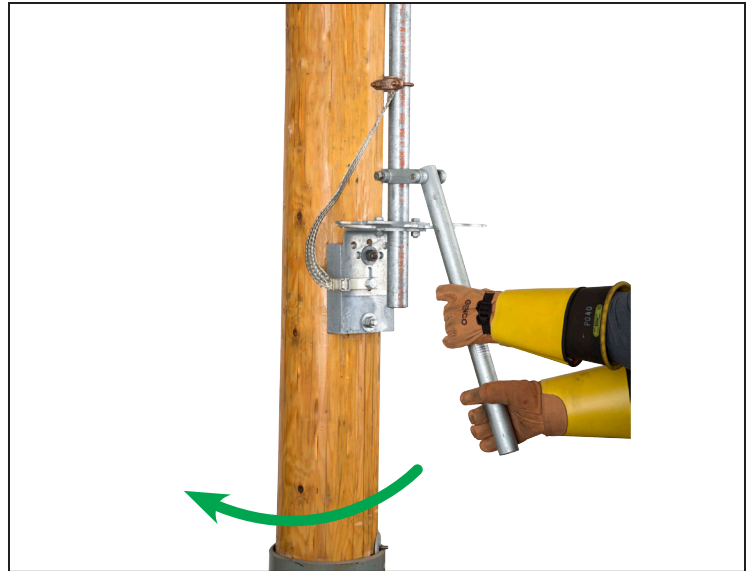

Figura 50. Gire *rápidamente* la palanca de operación.
- (c) Gire la palanca *rápidamente* a la posición de apertura total o de cierre total. Vea la Figura 50.